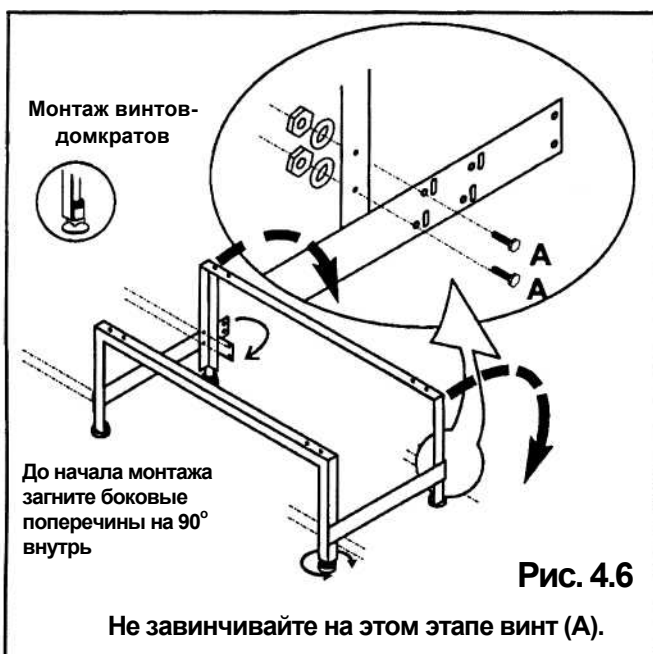

Рис. 4.6
1. Поверните ножки на переднюю стенку (ср. Рис. 4.6).